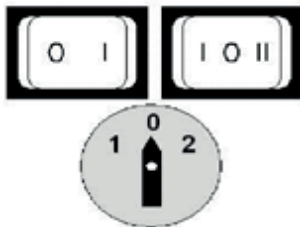

Fig. 1
- Qualsiasi tipo di operazione, sia essa di pulizia, di controllo del prodotto lavorato, di regolazione, di montaggio ecc., deve essere sempre eseguita con la macchina ferma, cioè l'interruttore sulla posizione zero (vedi Fig. 1) e la spina del cavo di alimentazione staccata dalla presa di corrente, onde evitare ogni possibile avviamento involontario in fase diversa da quella di lavoro.
- Solo a questo punto, dopo aver verificato attentamente che l'interruttore del motore sia nella posizione O (Fig.1), si può inserire la spina nella presa di corrente.
- Caricare in seguito il prodotto da lavorare sulla tramoggia ed inserirla nell'imboccatura agevolando l'introduzione esclusivamente per mezzo del pressatoio (L) e mai con le mani.